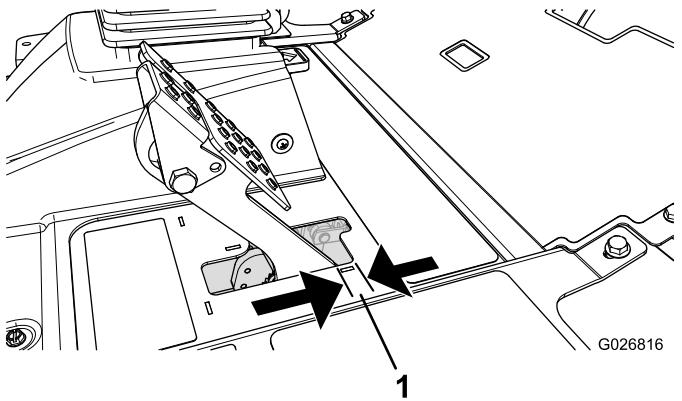

Figure 53
Réglez les freins si la garde à la pédale de frein est supérieure à 2,5 cm (Figure 53) ou si la force de maintien offerte est insuffisante. La garde est la distance parcourue par la pédale de frein avant que le freinage soit ressenti.
- Serrez l'écrou arrière afin de pouvoir déplacer le câble en arrière jusqu'à obtention d'une garde de 0,63 à 1,27 cm (Figure 53), avant le blocage de la roue.